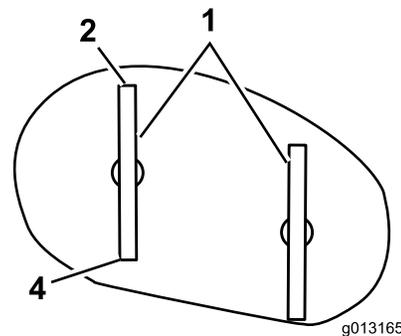

Figura 48
Ruotate con cautela le lame dal lato anteriore a quello posteriore (Figura 48).
- Misurate la distanza tra la punta anteriore della lama sinistra e la superficie piana (Figura 48).